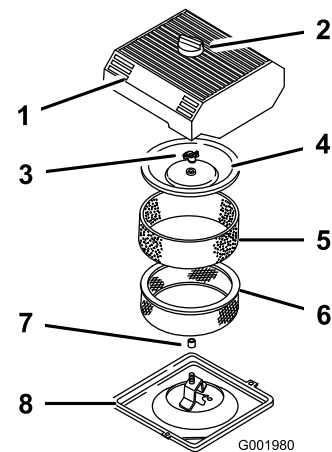

Figura 45
3. Pulite intorno al filtro dell'aria per evitare che la morchia possa penetrare nel motore provocando gravi danni (Figura 45).
4. Svitare la manopola sul coperchio del filtro dell'aria e togliete il coperchio (Figura 45).
5. Togliete con cautela l'elemento in schiuma sintetica dall'elemento di carta (Figura 45).
6. Svitare il dado del coperchio e togliete sia il coperchio che l'elemento di carta (Figura 45).
1. Infilate con cautela l'elemento in schiuma sintetica sull'elemento di carta del filtro dell'aria (Figura 45).
3. Avvitare a fondo, manualmente, il dado contro il coperchio (Figura 45).
4. Montate il coperchio del filtro dell'aria ed il pomello (Figura 45).